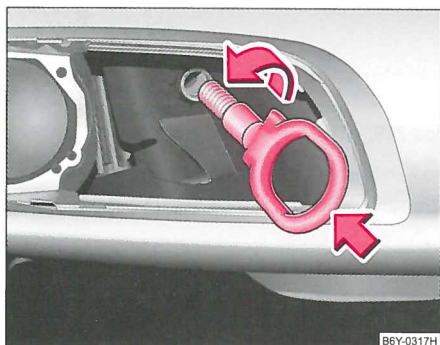

Fig. 165 Forreste støddæmper: Placering af slæbeøje
- Skru slæbeøjet med håndkraft til venstre i til anslaget ⇒ fig. 165.